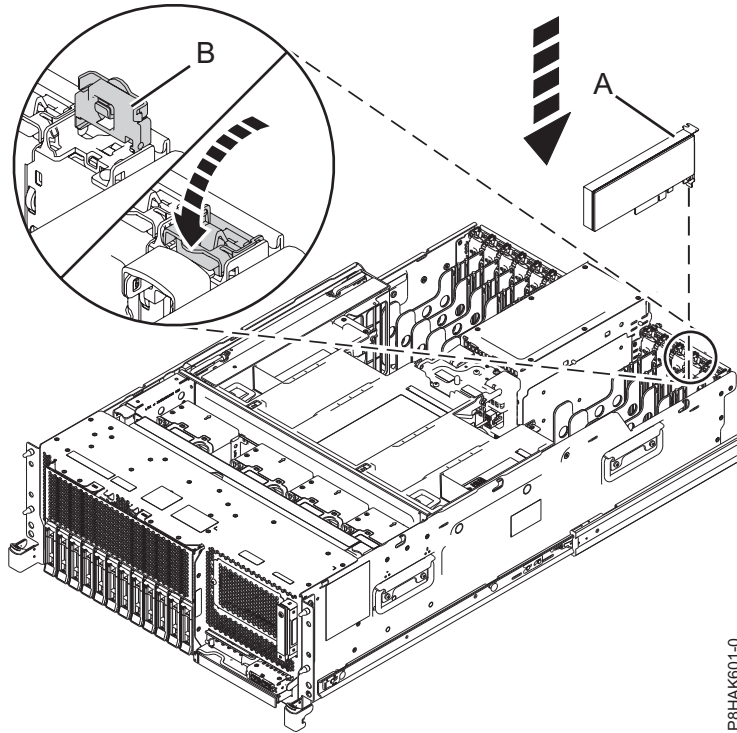
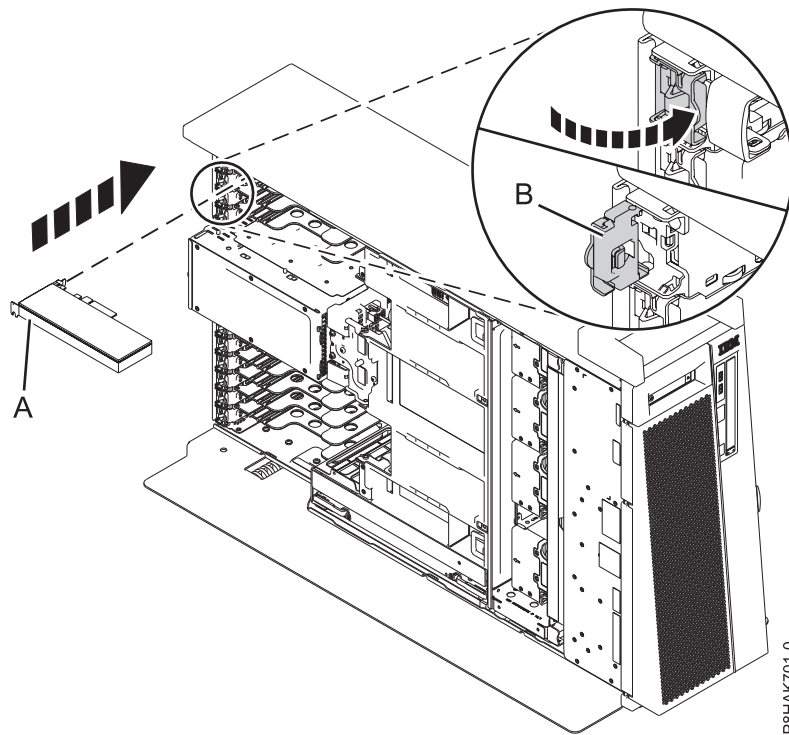

Figura 15. Instalación o sustitución de un adaptador PCIe en un sistema montado en bastidor.
Figura 16. Instalación o sustitución de un adaptador PCIe en un sistema 8286-41A autónomo
6. Si el pestillo del adaptador (**B**) en la ranura de destino no está todavía en la posición de abierto, tire del pestillo hasta la posición de abierto, girándolo hacia fuera desde su punto de fijación, situado en la parte posterior del sistema, como se muestra en la Figura 15 en la página 18 y Figura 16 en la página 18.
7. Sujete con cuidado el adaptador por el borde superior o la contrapunta, y alinéelo con la ranura y con el conector de la placa del sistema (**A**), como se muestra en la Figura 15 en la página 18 y Figura 16 en la página 18.
9. Para bloquear el adaptador en la ranura, gire el pestillo del adaptador (**B**) en la dirección que se muestra en la Figura 15 en la página 18 y Figura 16 en la página 18.